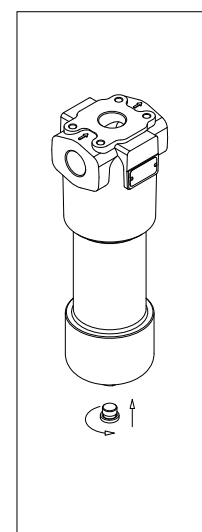

fig. 19
- (Fig. 19) Serrare il tappo di drenaggio facendone riferimento alla tabella delle coppie di serraggio al paragrafo 3